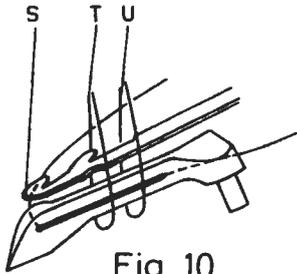
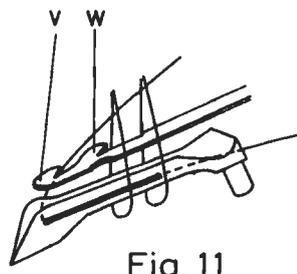

Fig. 10
Fig. 11
7. The setting of the lower knife tip as described in item 6 is a basic adjustment. It must be rechecked according to Fig.10 and Fig.11. The lower knife must pass through the needle thread loops (T and U, Fig. 10) and deflect the looper thread at edge (S). As the lower knife swings back, the looper thread must be caught by cutting edge (V, Fig. 11) and the needle threads by cutting edge (W, Fig. 11) and drawn back to the upper knife.
7. Die Einstellung der Untermesserspitze nach Punkt 6 ist eine Grundeinstellung. Sie muß entsprechend Fig. 10 und Fig. 11 überprüft werden. Das Untermesser muß durch die Nadelfadenschleifen (T und U, Fig. 10) hindurchgehen und an der Kante (S) den Greiferfaden ablenken. Beim Zurückschwenken des Untermessers müssen der Greiferfaden von der Schneide (V, Fig. 11) und die Nadelfäden von der Schneide (W, Fig. 11) zum Obermesser gezogen werden.